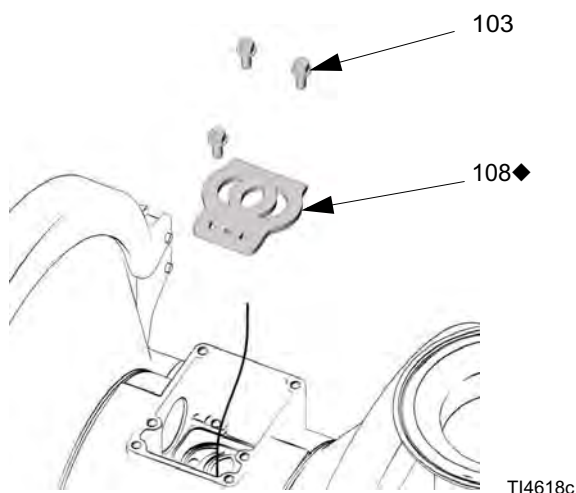

Рис. 9
5. Осмотрите пластину (108) клапана, не снимая ее. Если пластина повреждена, то выкрутите три винта (103) с помощью звездообразного ключа (T20) или торцового ключа 7 мм (9/32 дюйма). Снимите пластину (108) клапана. Смотрите Рис. 9.
2. Установите пластину (108) клапана в углубление. Обеспечьте герметичность оборудования. Вкрутите три винта (103) с помощью звездообразного ключа (T20) или торцового ключа 7 мм (9/32 дюйма). Затягивайте винты до тех пор, пока они не выйдут из нижней части корпуса. Смотрите Рис. 9.